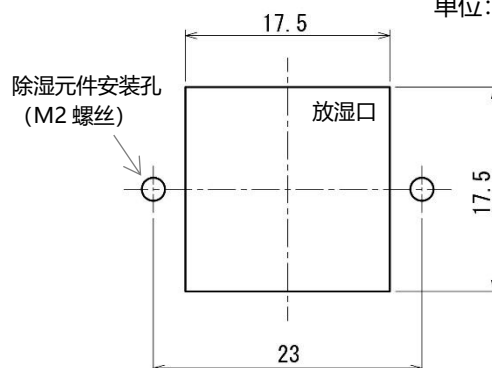

图 2. 放湿口·安装孔加工尺寸
*5 请在容器的安装部位开设安装孔。(参阅图 2. “放湿口·安装孔加工尺寸”)